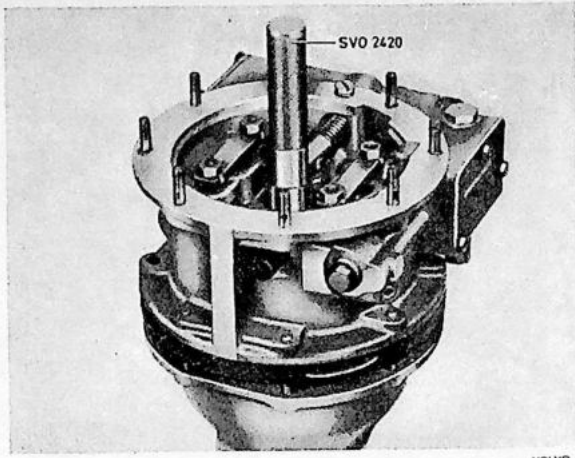

Fig. 4-71. Montage van de voorste helft
8. Plaats de volgens punt 7 gemonteerde eenheid op de achterste helft van het huis. Breng de spiebanen in de planeetwieldrager en de freewheelnaaf in lijn met behulp van het centreergereedschap SVO 2420; zie Fig. 4-71. Breng de ringen en de moeren aan. Zet de moeren om beurten iets vaster, totdat ze alle rondom even vast zitten.